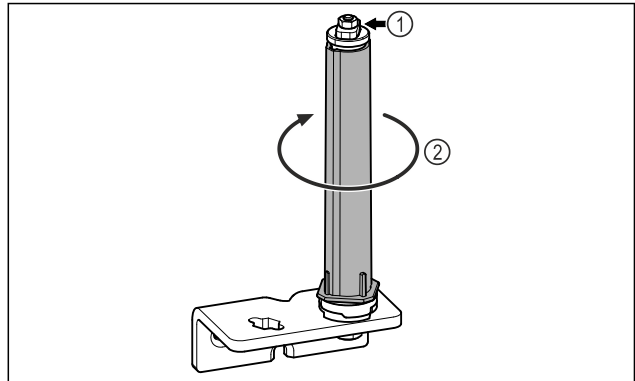

Fig. 16
- Ne pas démonter le système de fermeture de la porte Fig. 16 (1).
- Faire tourner le système de fermeture Fig. 16 (2) jusqu'à entendre un clic.